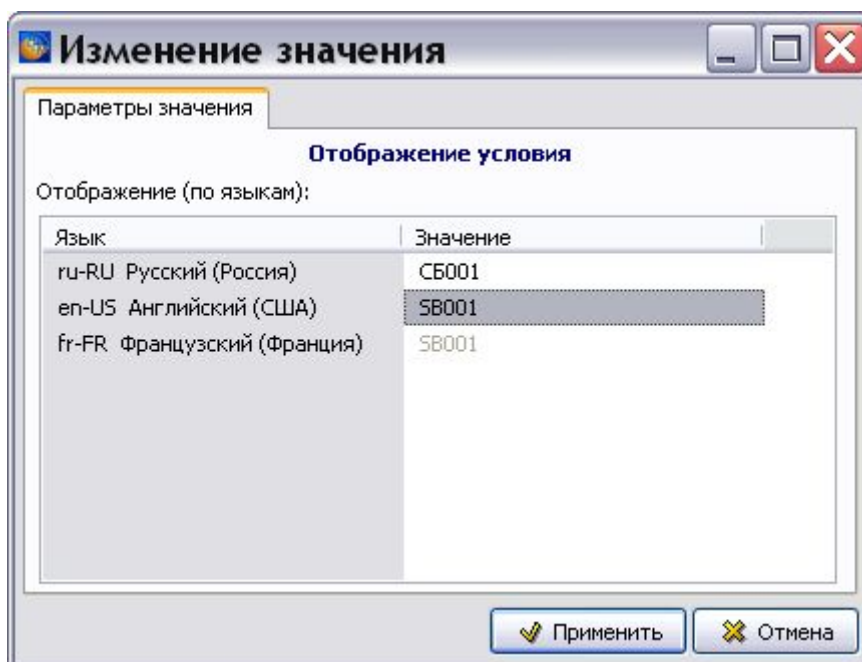

Рис. 2.144
5. Нажмите на кнопку **Изменить отображение**  и в появившемся диалоговом окне введите отображение условия на языках проекта (Рис. 2.144).